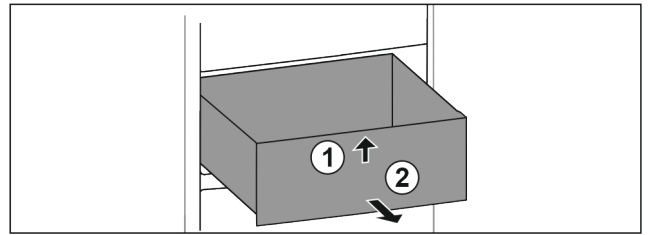

Fig. 15
- ▶ Sollevare il cassetto dal davanti. Fig. 15 (1)
- ▶ Rimuovere il cassetto tirandolo in avanti. Fig. 15 (2)